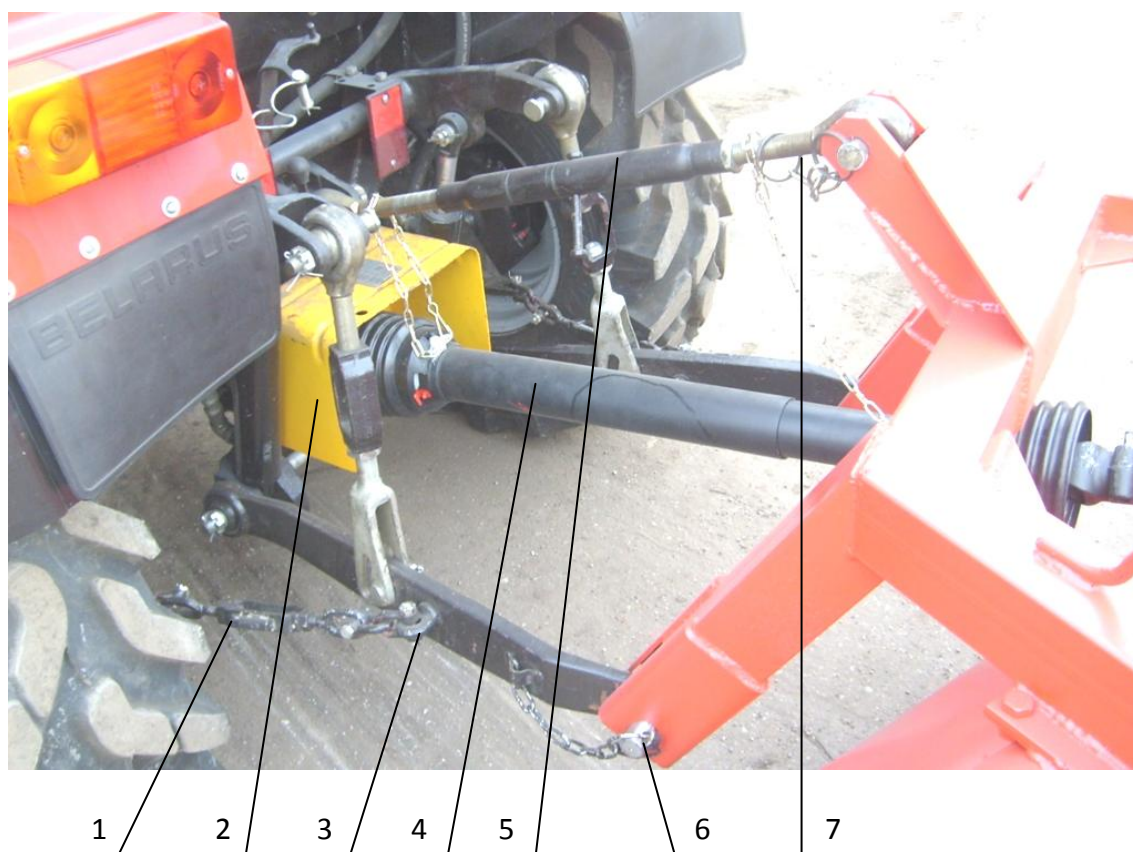

Рисунок 3. Установка Рамы и Вала карданного
- навесить Раму на Рычаги задней навески (поз.3 рис.3) Трактора, установив Пальцы (поз.6 рис.3) .
- карданный вал (поз.4 рис.3) установить на ВОМ трактора и шлицевой вал Узла ведущей шестерни, зафиксировать штифтами.
- установить Талреп (поз.5 рис.3) в верхнее ухо Рамы и зафиксировать Пальцем (поз.7 рис.3) . Все Пальцы зафиксировать шплинтами, кожухи карданного вала зафиксировать цепочками за Талреп.
- регулируемые растяжки (поз.1 рис.3) установить и зафиксировать положение Рычагов в Раме.